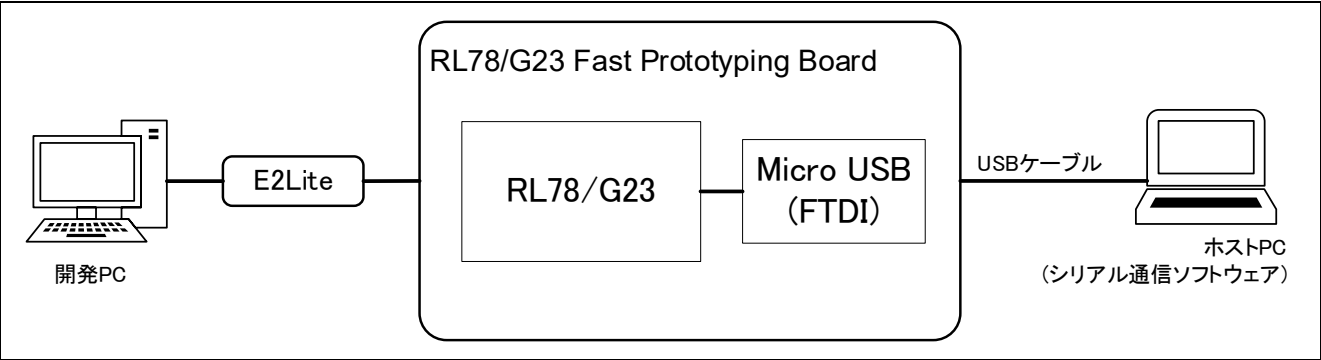

図 7-1 RL78/G23-64p Fast Prototyping Board 機器接続図
1. 「図 7-1 RL78/G23-64p Fast Prototyping Board 機器接続図」の様に PC の USB ポート, RL78/G23 Fast Prototyping Board の Micro USB を接続してください。